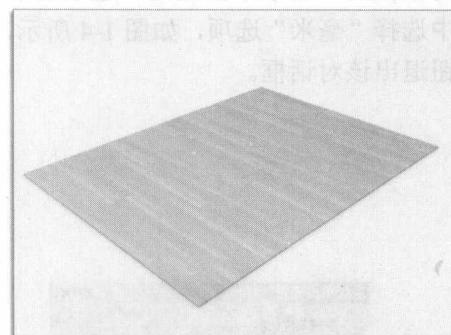

图 1-7 木地板添加材质和灯光效果
⑦ 现在地板的制作就结束了，如图 1-7 所示为添加材质和灯光后的效果。如果读者在